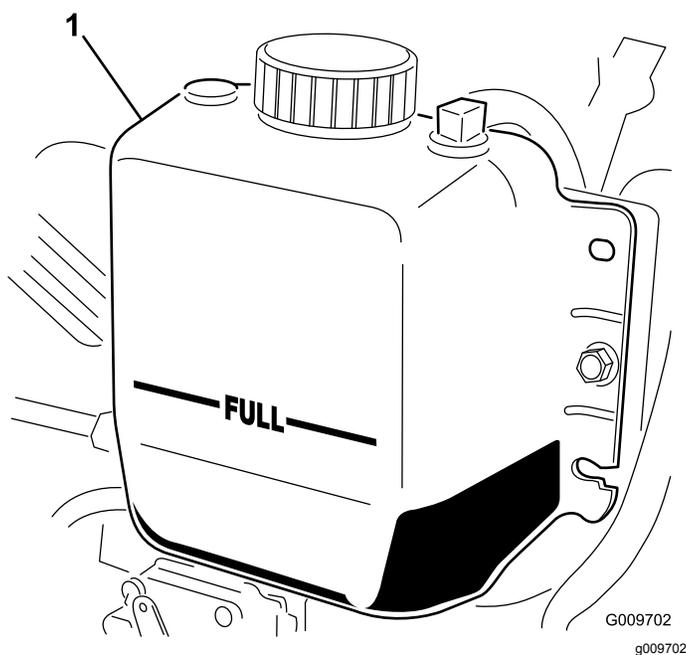

Figura 20
**Nota:** O radiador deverá encontrar-se cheio de líquido até ao cimo do tubo de enchimento e o nível de líquido no depósito de expansão deverá atingir a marca Cheio (Figura 20).